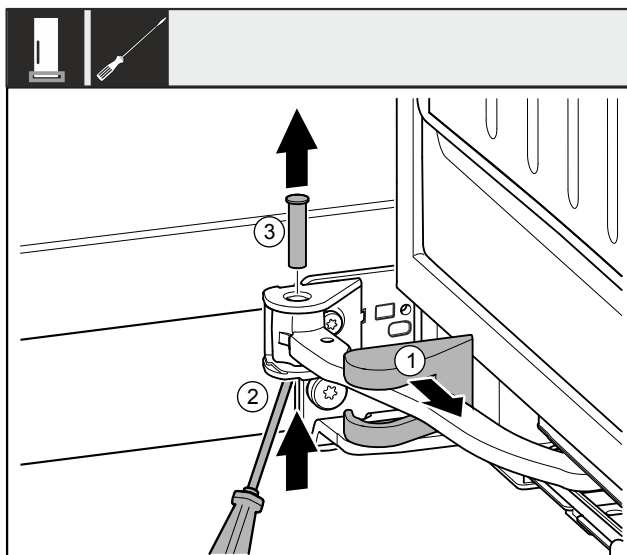

Fig. 9
- Tag hængselsafdækningen Fig. 9 (1) af, og forskyd den langs leddet.
- Løft bolten Fig. 9 (2) nedefra med en skruetrækker.
- Træk bolten Fig. 9 (3) ud oppefra.